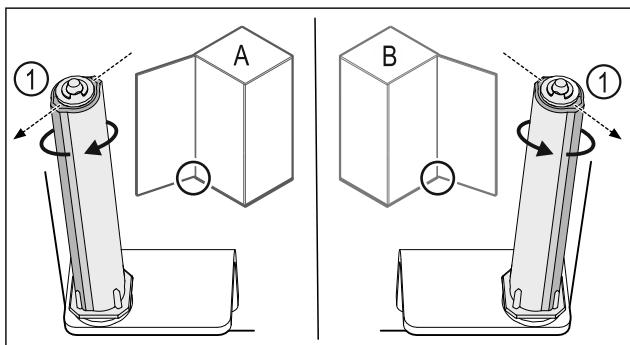

Fig. 23 Μεντεσέδες αριστερά (Α) / Μεντεσέδες δεξιά (Β)
- Περιστρέψτε το σύστημα κλεισμάτος κόντρα στην αντίσταση, μέχρι ο κορμός του συστήματος κλεισμάτος Fig. 23 (1) να είναι στραμμένος προς τα έξω.